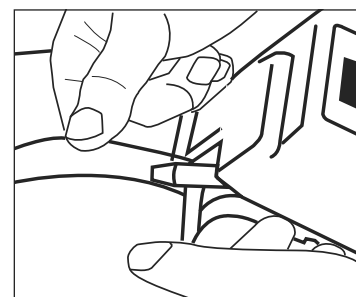

Figure 4
3. Glissez le canal d'aération sur l'extrémité du tube de remplissage d'air. (Voir Figure 4)